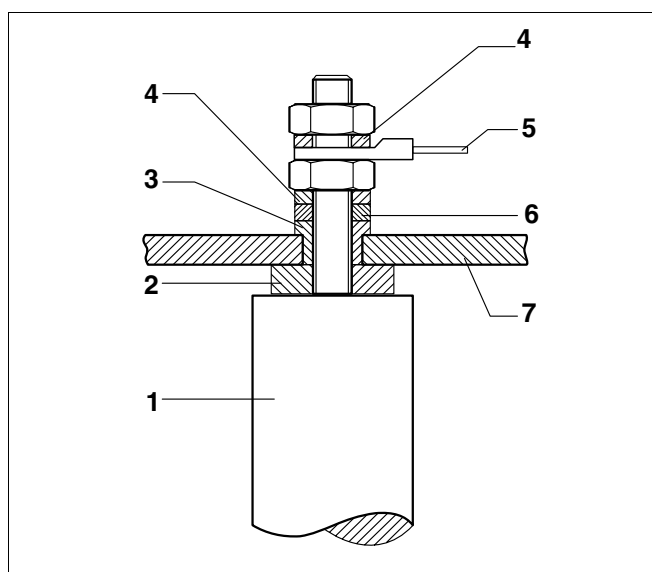

Fig. 10 Installazione dell'anodo di magnesio
- Svitare le viti a testa esagonale dal coperchio d'ispezione; togliere il coperchio d'ispezione insieme all'anodo di magnesio e verificare la riduzione dell'anodo di magnesio (fig. 10).
- Richiudere ermeticamente l'anodo di magnesio (fig. 10).